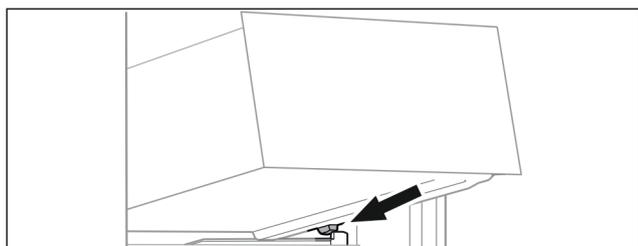

Fig. 60
- Applicare il cassetto inclinandolo dietro i fermi sulla nervatura del contenitore. (vedere Fig. 60)